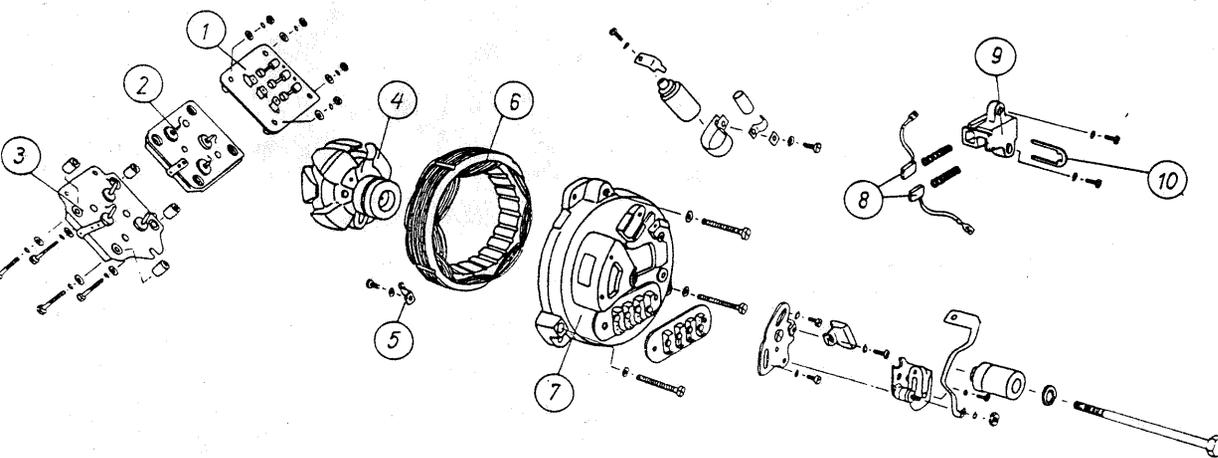

Fig. 71. Représentation en éclaté de la génératrice triphasée
4.1.8.1. Stator avec chapeau d'arrêt (fig. 71)